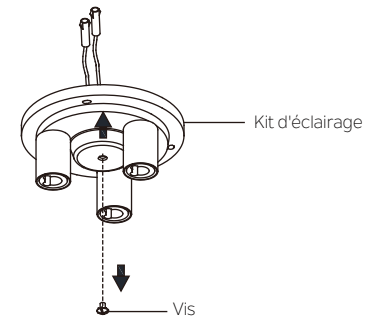

Fig. 22
Étape 1. Retirer la vis du trou central de l'ensemble clairvoyance et la conserver pour la réutilisation à l'étape 5. (Fig. 22)